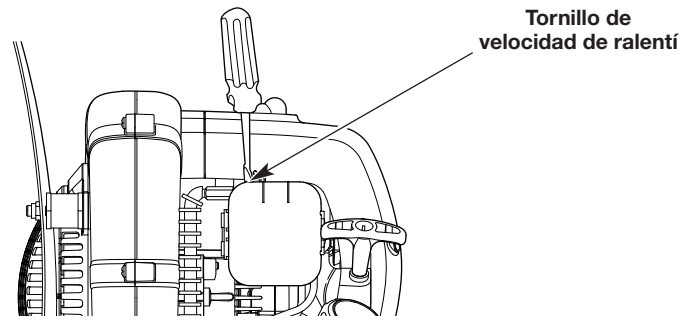

Fig. 14
- Si el motor se para, use un destornillador Phillips pequeño para girar el tornillo de velocidad de ralentí en el sentido de las agujas del reloj, 1/8 de giro cada vez (según sea necesario) hasta que el motor funciona al ralentí de manera uniforme (Fig. 14).
- Si el motor funciona al ralentí demasiado rápido, gire el tornillo de velocidad de ralentí en el sentido contrario de las agujas del reloj, 1/8 de giro a la vez (según sea necesario) para reducir la velocidad de ralentí (Fig. 14).